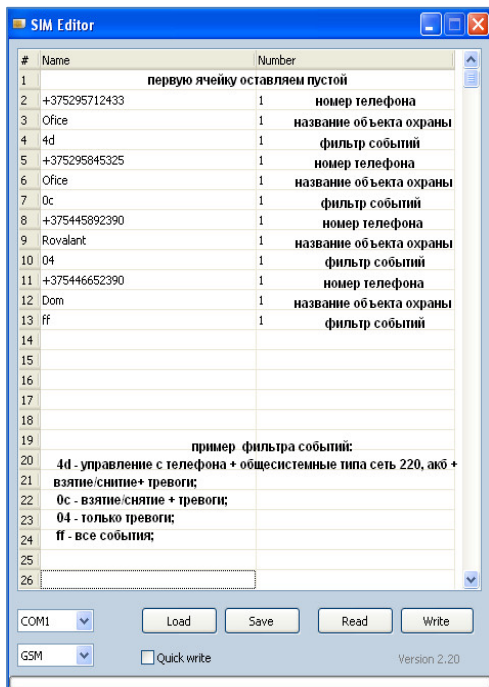

Рис. 2. Скриншот окна программатора «Sim Editor» и пример программирования SIM-карты в режиме передачи SMS-сообщений
- основные параметры программирования SIM-карты и пример заполнения в режиме передачи SMS-сообщений показаны на рис. 2.